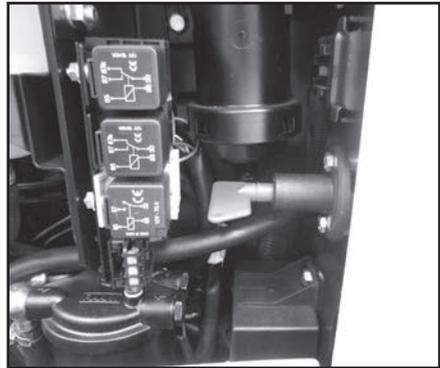

Abb. 5.10
- Den Schalter um 1/4 Drehung entgegen dem Uhrzeigersinn in die Stellung "OFF" drehen: Die elektrische Anlage wird nicht gespeist (Abb. 5.10).